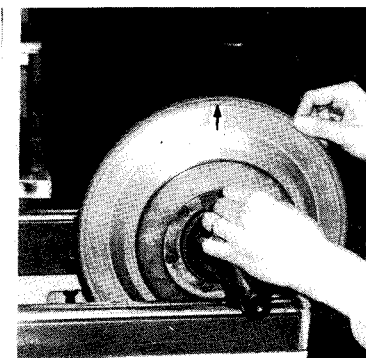

図1-15
- (5) バランスピースの取付け
- ① 矢印の所にバランスピースを1個取り付ける (図1-15)。
- (6) 重心と90度の位置にバランス駒を2個取り付ける。